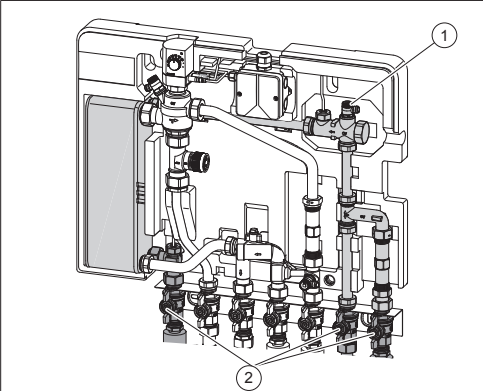

Fig. 2: Démontage/Montage du capteur de température d'E.C.S.
- Fermer les 3 robinets à tournant sphérique repérés (voir Fig. 2 (2)) situés sur le bloc de raccordement avec robinets à tournant sphérique.
- Ouvrir le robinet de purge (voir Fig. 2 (1)) pour détendre le tronçon de l'installation.